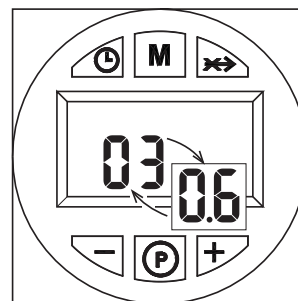

fig. 4
- Versiunea software a interfeței pentru utilizator și a unității de control (fig. 4)